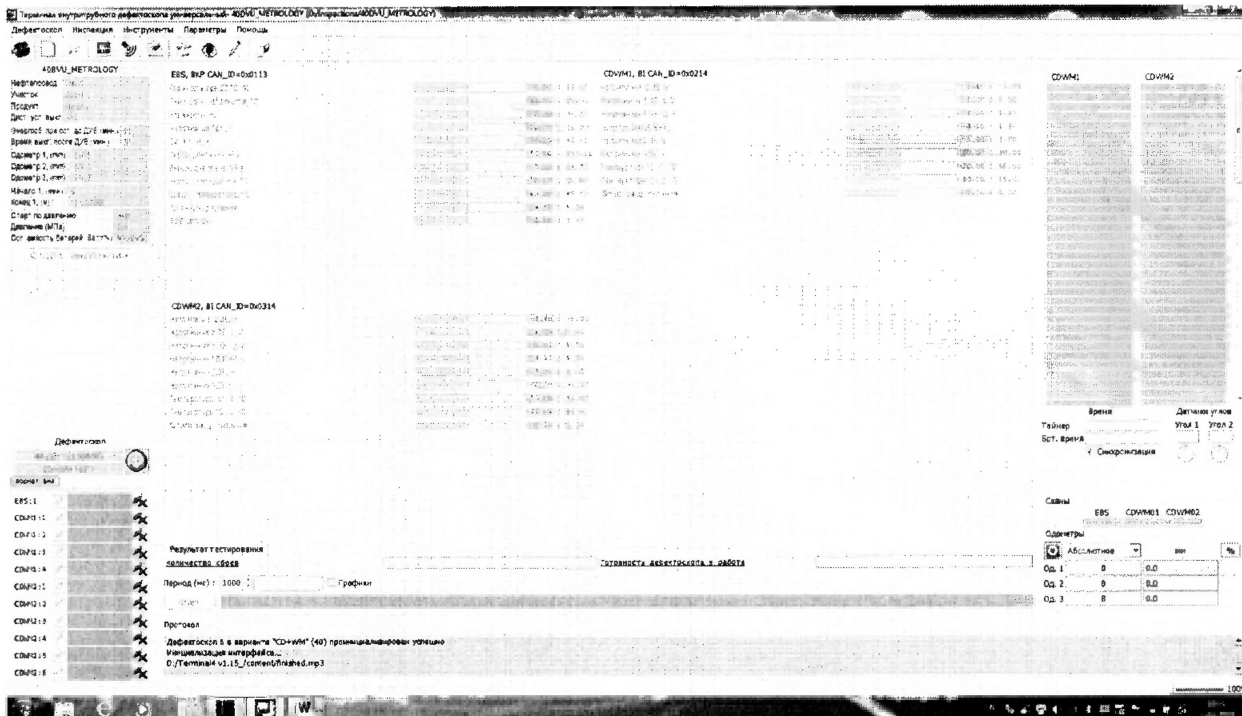

Рисунок 23 – Основное окно ПО «Терминал внутритрубного дефектоскопа универсальный»
8.4.3.9 Повторить пункты 8.4.1.14 – 8.4.1.15 методики поверки и запустится основное окно программы (Рисунок 23).